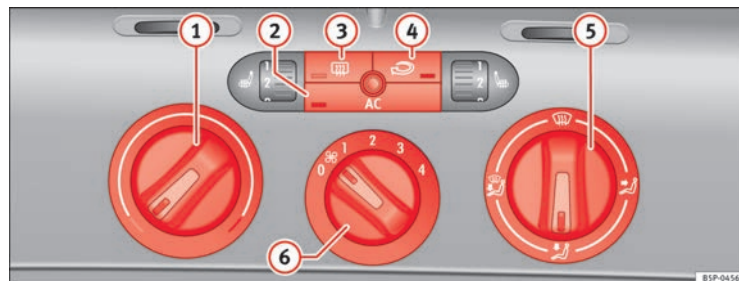

Fig. 125 Mandos del Climatic en el tablero de instrumentos
- Con los reguladores ⇒ fig. 125 ① y ⑤ y con el mando ⑥ se regula la temperatura, la distribución del aire y la velocidad de la turbina.
- Pulse la tecla ②, ③ o ④ para activar o desactivar la función correspondiente. Cuando la función está activa, la ventana situada en la esquina inferior de la tecla se ilumina.
- ① Regulador de temperatura ⇒ página 164
- ② Tecla AC – Encender o apagar el grupo refrigerador ⇒ página 164
- ③ Tecla ☀ – Luneta térmica. Esta función se apaga automáticamente aproximadamente 20 minutos después de haberla conectado. Se puede desconectar antes pulsando de nuevo la tecla.
- ④ Tecla ↻ – Recirculación de aire ⇒ página 165
- ⑤ Regulador de la distribución de aire ⇒ página 164
- ⑥ Mando de la turbina. El caudal de aire tiene 4 niveles de ajuste. La turbina debería funcionar siempre en el nivel más bajo cuando se circule a poca velocidad.
- Encienda el climatizador con la tecla ⇒ **fig. 125** .